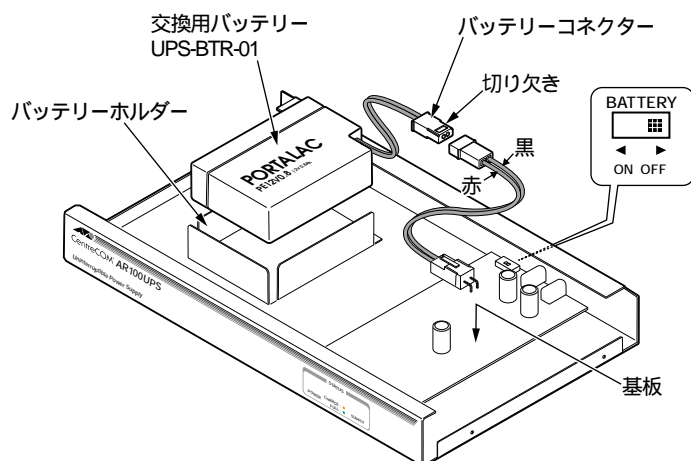

図 5.2 : バッテリーの交換
- 1 BATTERY スイッチを OFF にしてください（図 5.2）。
- 8 バッテリーコネクタを接続してください。バッテリーコネクタには切り欠きがあり、間違った向きでは、はまらないようになっています。図 5.2 をご覧になり接続してください。